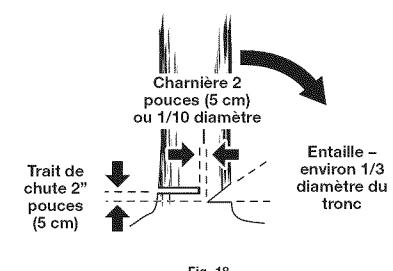
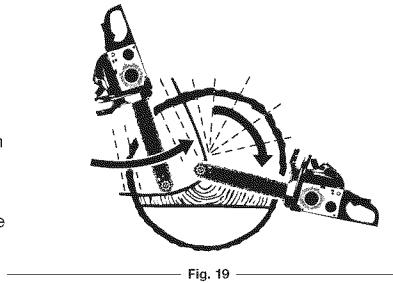
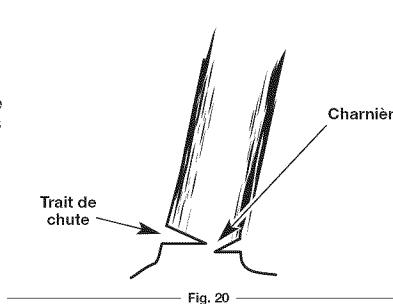
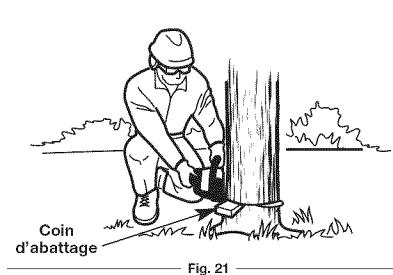

Fig. 18
Fig. 19
Fig. 20
Fig. 21
- Entaille de direction.** Cette coupe détermine la direction dans laquelle l'arbre tombera. Elle devrait être faite du côté de la direction d'abattage. Coupez une entaille d'environ 1/3 du diamètre du tronc sur le côté de l'arbre. Faites les coupes de l'entaille de façon à ce qu'elles se croisent à angle droit avec la ligne d'abattage. Cette entaille devrait être coupée net pour ne laisser qu'une ligne droite. Pour que le poids de l'arbre ne coince pas la tronçonneuse, faites toujours la coupe du bas avant la coupe du haut. (Fig. 18)
- Trait de chute.** Cette coupe abat l'arbre. Faites le trait de chute horizontal et à niveau, et à un minimum de 2 pouces (5 cm) au-dessus du plancher de l'entaille (Fig. 18). Si le diamètre de l'arbre est supérieur à la longueur du guide-chaîne, faites deux entailles, tel qu'indiqué (Fig. 19). Lorsque le trait de chute arrive près de la charnière, l'arbre devrait commencer à tomber (Fig. 20). S'il y a un risque que l'arbre ne tombe pas dans la direction souhaitée ou qu'il bascule de l'autre côté et coince la tronçonneuse, arrêtez de couper avant que le trait de chute ne soit achevé et utilisez des coins d'abattage en bois ou en plastique pour ouvrir la coupe et le faire tomber dans la direction souhaitée (Fig. 21).